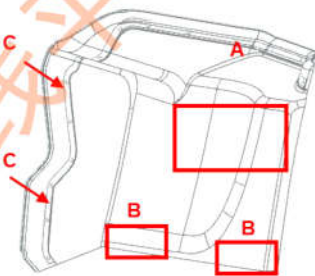

图 2-5-2 尾灯护板安装示意图
- (1) 先通过产品形状或背部永久性标识识别左右件，避免装反；
- (2) 将产品对准车身开口及后保安装点，优先保证侧面挂钩 C 挂在尾灯的卡爪上，后平推产品，发出轻微“咔哒”卡紧声，即安装到位。如图 2-5-2 所示